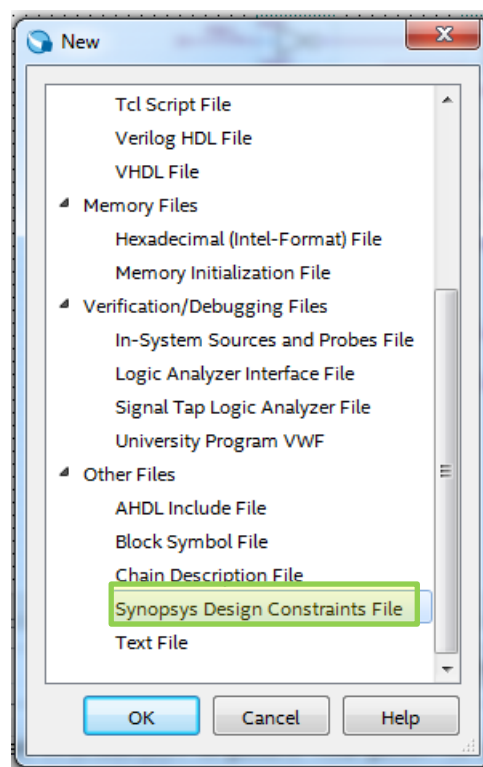

Рис. 33 Создание файла с временными требованиями
7.1. Создайте файл с информацией о временных требованиях (т.е. на какой частоте проект должен работать гарантированно) к проекту (рис. 33):